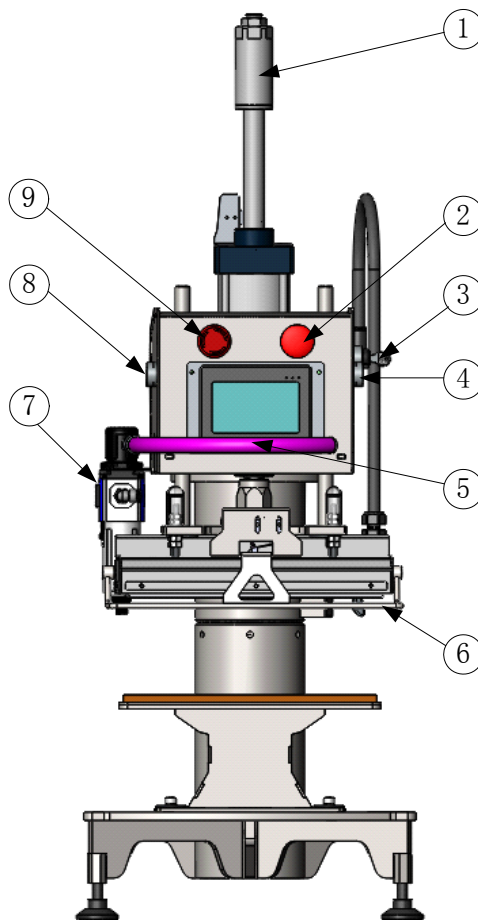

图 21 手动操作介绍
1. 旋转空气调节过滤器上的调压阀旋钮（图 21 中 7），可调整进气压力的大小。
2. 旋转工作压力调节旋钮（调整气缸的行程）（图 21 中 1），可调整加压压力的大小。